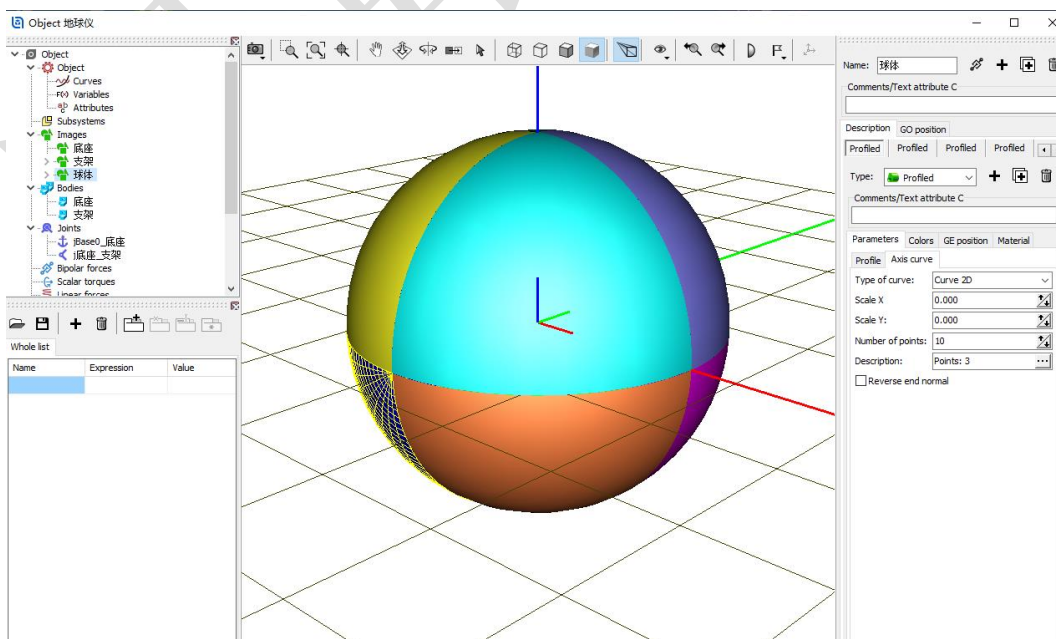

图 2-28
- 2) 这样，我们就导入了地球仪支架的几何图形 (**Images**)，如图 2-28 所示。导入几何图形的目的是增强模型可视化效果，它并不参与动力学计算。